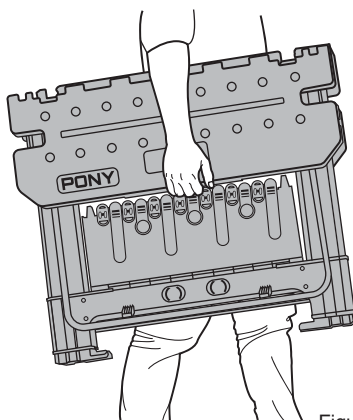

Figure 17
4. Porter facilement l'ÉTABLI plié. (figure 17)